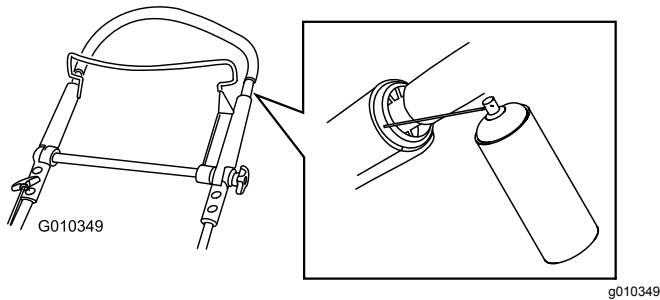

図 44
1. ハンドルの内側にあるプラスチックの端部にもスプレーする 図 44。